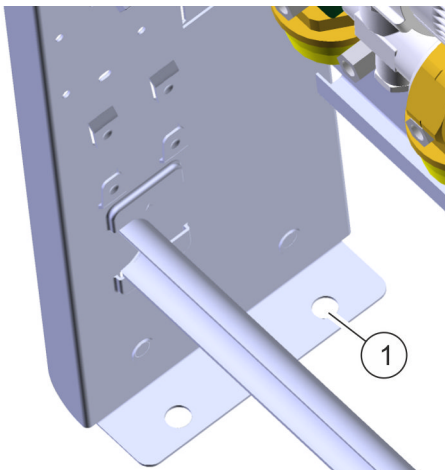

Abb. 41: Verschraubung am Boden
9.  In den Standfüßen befinden sich je 2 Löcher (Abb. 41/1), die für die Verschraubung in den Boden vorgesehen sind.